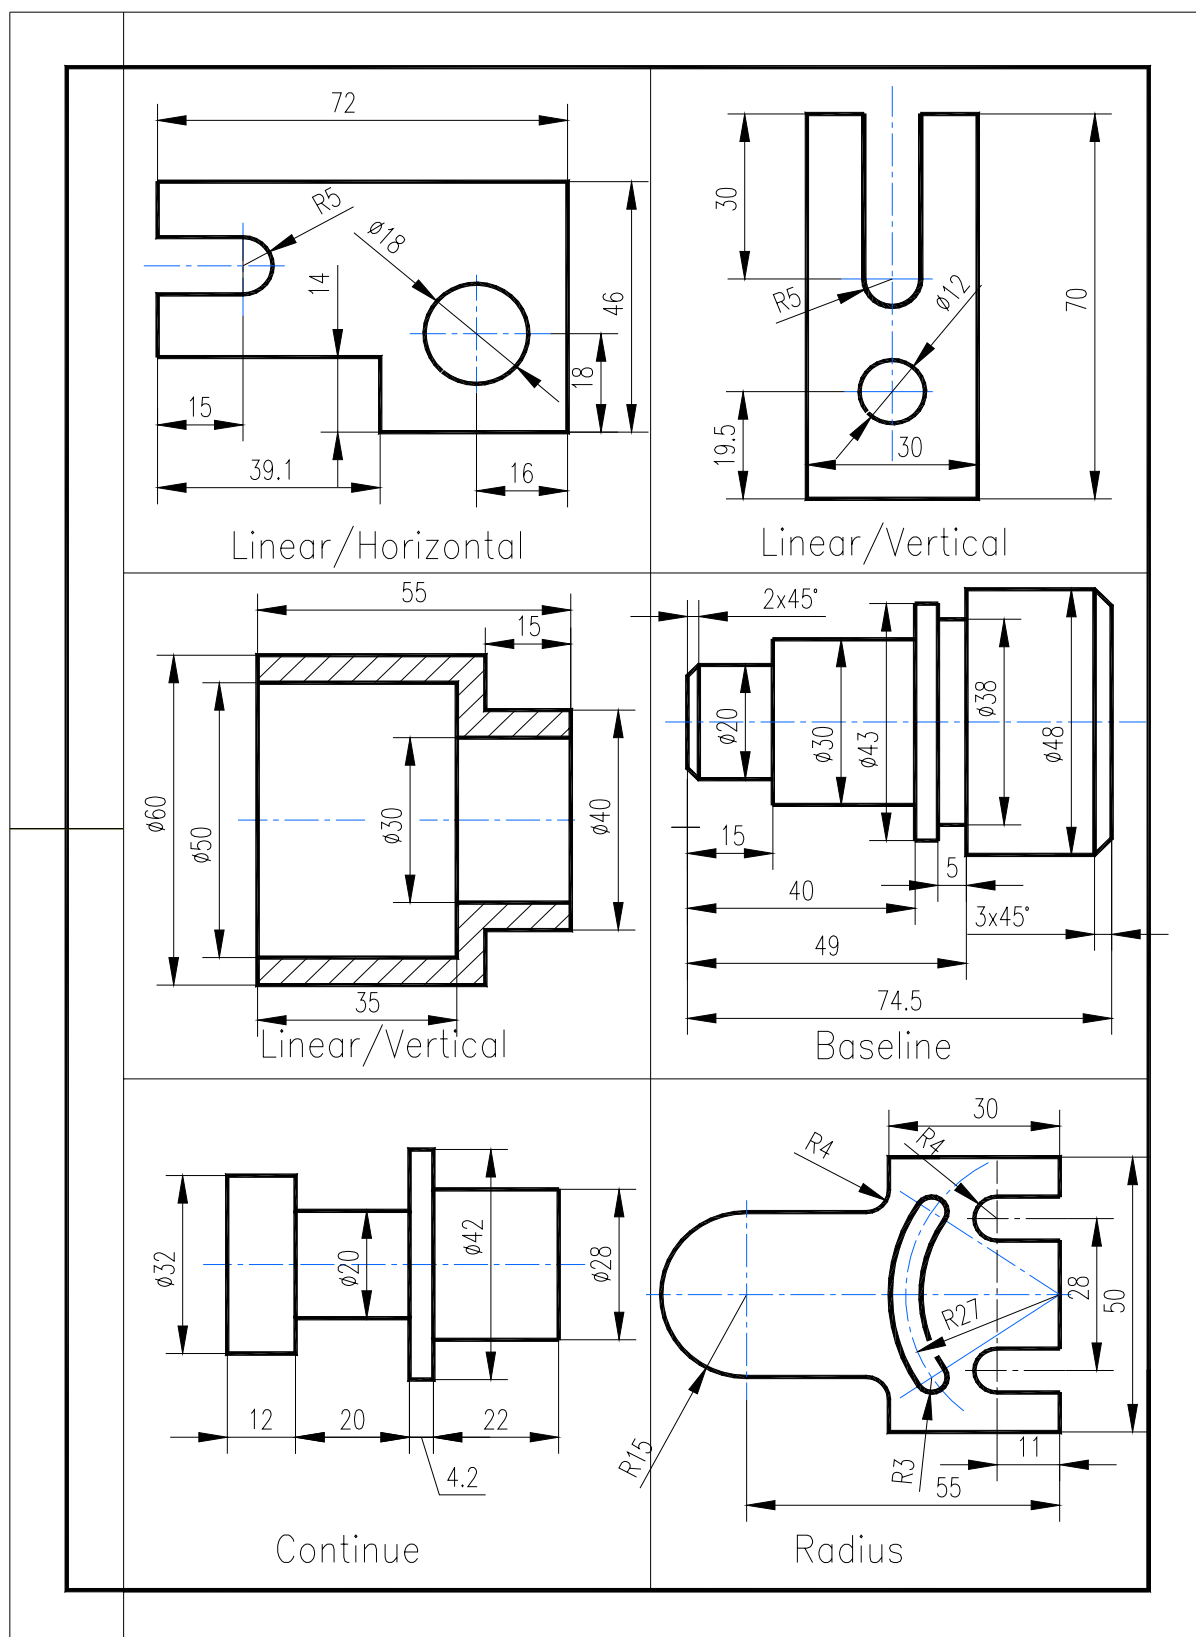

Fig. U10.11
1. Întocmiți desenele din Fig. U10.11. și Fig. U10.12, deschizând prototipul *A4.dwt* creat în exemplul anterior. Utilizați stilul de text și stilul de cotare, create conform precizărilor făcute în exemplul anterior. Reluați comanda *Dimstyle* (sau meniul derulant *Dimension Style...*) și urmăriți setările din exemplul anterior. Lansați comenzile de cotare din meniul derulant *Dimension* sau din bara cu instrumente *Dimension*. Pentru cotarea verticală a diametrelor, la înscrierea simbolului Φ utilizați codul de control $%%C$ înaintea valorii numerice, iar pentru simbolul de grade utilizați codul de control $%%D$ după valoarea numerică a gradelor indicate.